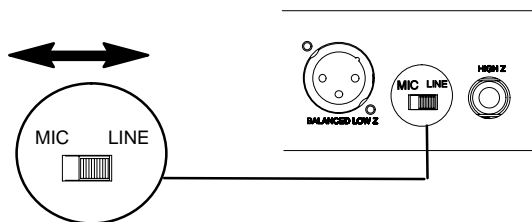

FIGURE 7
- Si la sortie XLR du récepteur est utilisée, s'assurer que le réglage du commutateur «MIC/LINE» (micro/ligne) correspond aux spécifications d'entrée du mélangeur ou de l'amplificateur, comme illustré à la figure 7. Le commutateur Micro/Ligne n'affecte pas la sortie du jack pour écouteur de 1/4 po asymétrique.